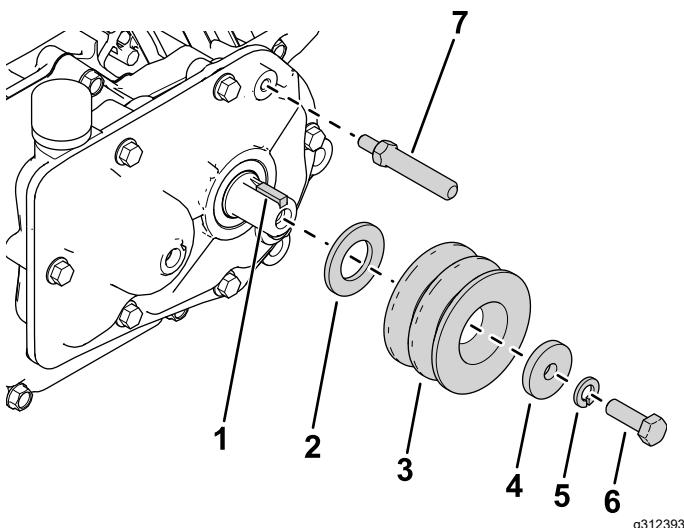

Bild 2
2. Setzen Sie Vierkant-Passfeder in die Antriebswelle ein (**Bild 2**).
3. Setzen Sie die neue Unterlegscheibe (M20), Antriebsscheibe, Unterlegscheibe (5/16"), Sicherungsscheibe und die Schraube (5/16" x 1") ein, wie in **Bild 2** abgebildet.
4. Befestigen Sie die Kardanwelle des Antriebs am Getriebe (**Bild 2**).